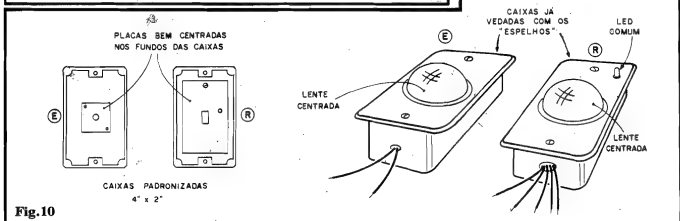

Fig.10
- **FIG. 10 - O ENCAPSULAMENTO DOS MÓDULOS** - Conforme já foi mencionado, as plaquinhas da BIVEP foram especialmente dimensionadas e "leiautadas" para acomodação final em caixas padronizadas de instalações elétricas, na medida **standard 4 x 2"** (10 x 5 cm.). São aquelas caixas normalmente embutidas nas paredes das casas, e que acomodam interruptores, tomadas, etc. No item A da fig. 10, as caixas são vistas "abertas", sem as tampas, determinando-se a colocação interna das placas de circuito... Nos dois casos, o Impresso deve ficar
bem centrado no fundo da caixa, de modo que tanto o LED infravermelho quanto o foto-sensor (respectivamente no BIVEP-E e no BIVEP-R assumam também os exatos centros dos **containers** (isso é importante para o correto arranjo ótico, a seguir...). Os dois "espelhos" (tampas das caixas, originalmente "cegos" (sem furação), deverão (ver fig. 10-B) receber um furo central, com diâmetro compatível com as lentes obtidas (ver LISTA DE PEÇAS/OPCIONAIS-DIVERSOS). Normalmente tais lentes poderão ser fixadas com adesivo de epoxy (tipo "Araldite" ou equivalente) ou de ciano-acrilato (algum "Super-Bonder" da vida...), devendo, porém, o Leitor tomar um certo cuidado se as lentes forem de acrílico, uma vez que esse material pode ser quimicamente "atacado" pelos citados adesivos, gerando um "foscamento" das tais lentes, que prejudicará a eficiência ótica... Ainda quanto as lentes, lembrar que recomendamos o uso de unidades com um bom diâmetro (no mínimo em torno de 2 a 3 cm.) e que também é necessário considerar o parâmetro **DISTÂNCIA FOCAL**, de modo a otimizar o rendimento do sistema nos seus aspectos puramente óticos... Os detalhes estão na próxima figura...